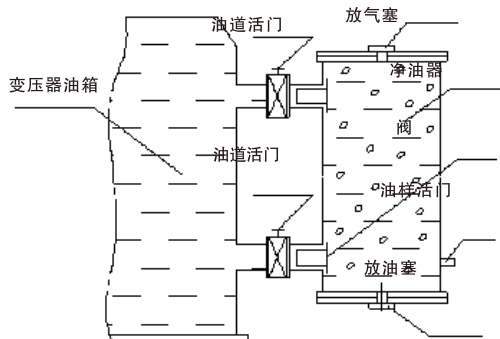

图12 净油器
8.3.1 净油器的安装 在安装净油器前，必须用干燥清洁的变压器油将净油顺及联管内部清洗干净，并将两个隔离网分别装入上、下联管内，如图12所示。再将清洁干燥的氧化铝或硅胶装入净油器中。然后取下变压器油箱壁关闭着的油道活门盖板，将净油器安装在法兰盘上。